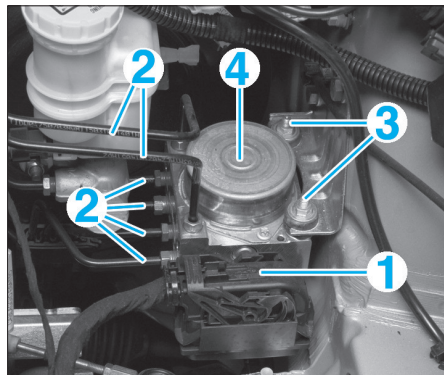

FIG. 15
- Débrancher le connecteur (1) du calculateur d'ABS (Fig.15).
- Repérer et débrancher les canalisations (2) du bloc hydraulique.
- Déposer les vis de fixation (3) du bloc.
- Déposer l'ensemble calculateur/bloc hydraulique d'ABS (4).